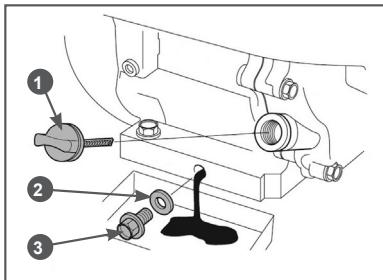

Рис. 13 Замена моторного масла
- Осторожно открутите крышку-щуп 1 из маслозаливной горловины, протрите её насухо и отложите в сторону (Рис. 13).
- Открутите пробку для слива масла и слейте отработанное масло в подготовленную для этого емкость (Рис. 13).